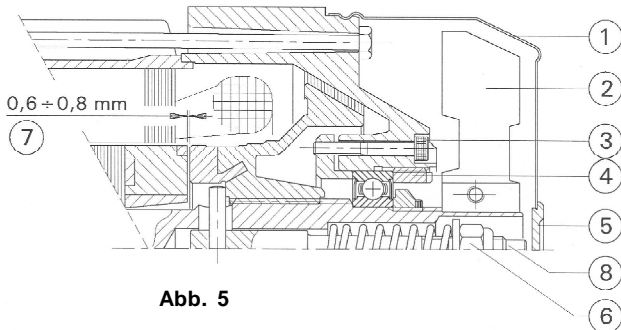

Abb. 5
**7.2 EINSTELLUNG DER MOTORBREMSE (Abb.5)**